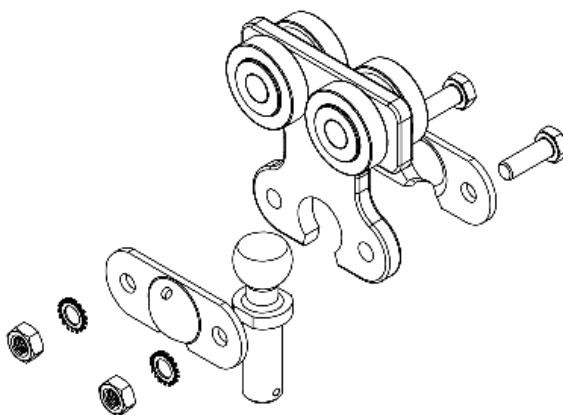

Abb. 59
Schritt 1: Die Schrauben und Muttern lösen, um die Gehäuseplatten und die Drehschraube zu lösen (Abb. 59)